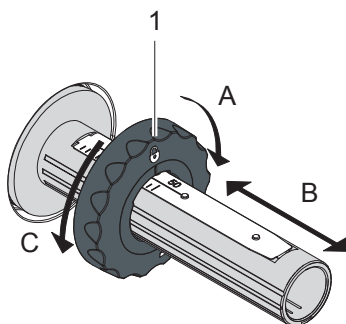

Fig. 13 Indstilling af kantstyre
2. Drej armen (6) mod uret for at åbne printheadet.
3. Indstil kantstyret (1) på afrulleren (5) så den passer til foliebredden (Fig. 13):
- Hold afrulleren fast og drej kantstyret (1) henimod A for at løsne det.
- Skub kantstyret (1) henimod B og indstil den vha. skalaen så den passer til foliebredden.
- Hold afrulleren fast og drej kantstyret (1) henimod C for at låse det.
4. Skyd folierullen (4) til kantstyret (1) på afrulleren (5), så foliens farvebe-lægning vender henimod siden, som vender bort fra printheadet.